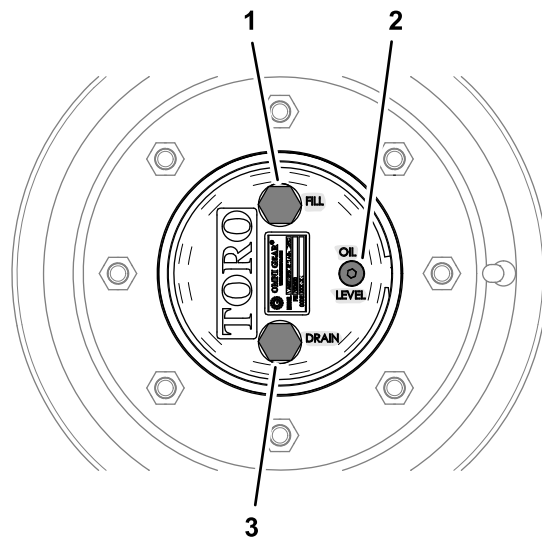

Bild 96
1. Bild 96 Stellen Sie die Maschine auf einer ebenen Fläche und positionieren Sie das Rad so, dass sich die Füllschraube auf der höchsten (12-Uhr-Stellung) und die Ablassschraube auf der niedrigsten Position (6-Uhr-Stellung) befindet.
1. Stellen Sie die Maschine auf einer ebenen Fläche und positionieren Sie das Rad so, dass sich die Füllschraube auf der höchsten (12 Uhr-Stellung) und die Ablassschraube auf der niedrigsten Position (6 Uhr-Stellung) befindet, siehe **Bild 96** in **Prüfen des Ölstands im Planetengetriebe** (Seite 73).